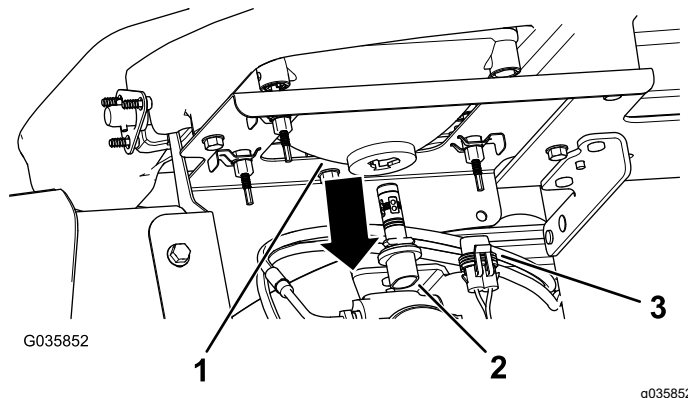

Figura 40
3. Scollegate il connettore elettrico del cablaggio dal connettore del gruppo luci sul retro del vano del faro (Figura 40).
4. Ruotate il gruppo luci di ¼ giro in senso antiorario spostandolo indietro, fuori dalla sede del vano del faro (Figura 40).
5. Inserite il nuovo gruppo luci e il vano del faro e allineate le linguette nel gruppo luci alle fessure nel vano del faro (Figura 40).
6. Fissate il gruppo luci ruotandolo di 1/4 di giro in senso orario (Figura 40).
7. Collegate il connettore elettrico del cablaggio al connettore del nuovo gruppo luci (Figura 40).